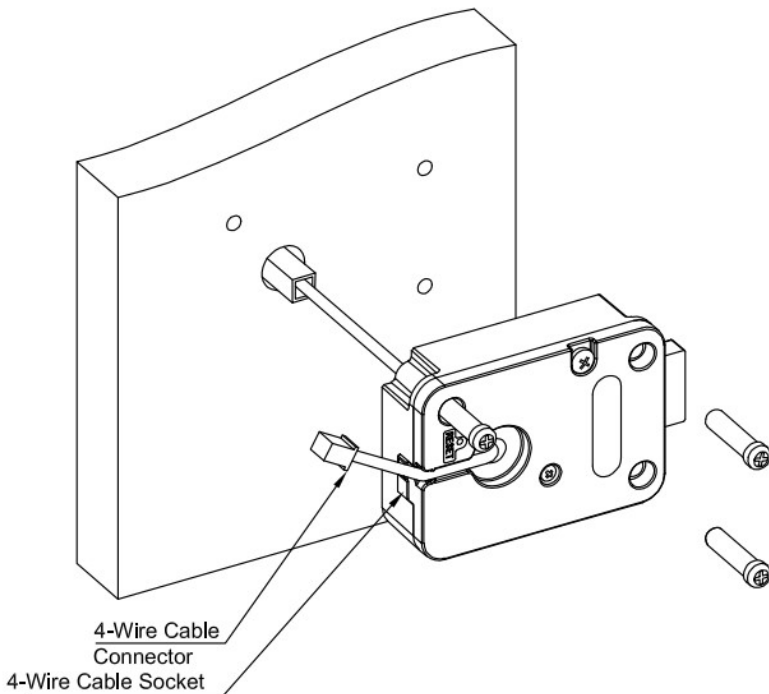

Fig. 7
3. Ziehen Sie vorsichtig am Verbindungskabel, um sicherzustellen, dass sich kein überschüssiges Kabel im Kabeldurchbruch befindet, und platzieren Sie das Kabel wie gezeigt. (Abb. 7)